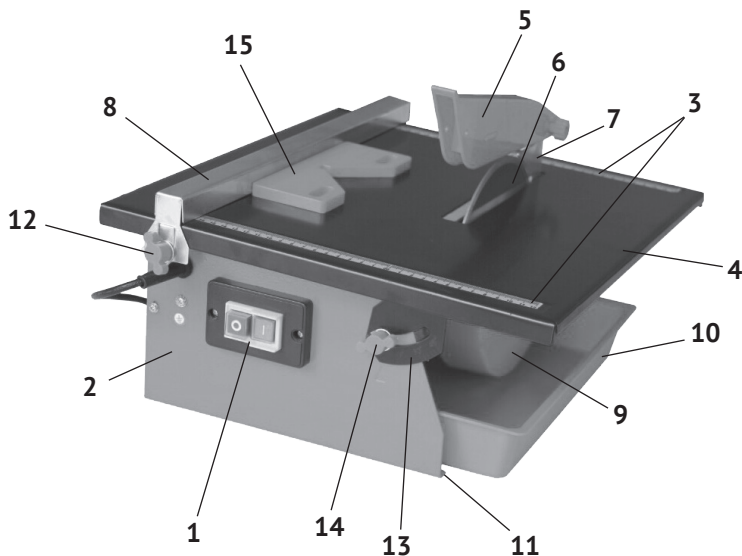
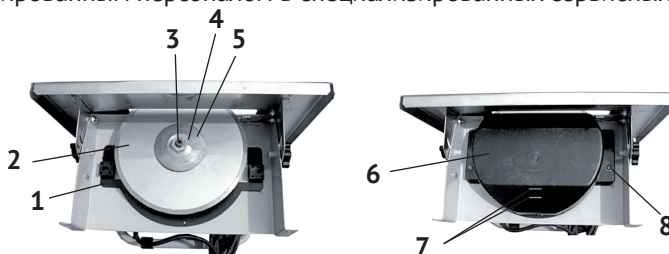

рис.1
рис.2
1.6 Общий вид и элементы плиткореза представлены на рис.1
1.7 Асинхронный двигатель крепится на перегородке металлического корпуса (рис.1 поз.2) под рабочим столом (рис.1 поз.4). На вал якоря двигателя, между опорным и зажимным фланцами, крепится отрезной алмазный круг (рис.1 поз.6).
Охлаждение круга во время работы осуществляется погружением его нижней части в поддон с водой. Поддон (рис.1 поз.10) устанавливается под нижний защитный кожух (рис.1 поз.9). На кожух нанесены: стрелка, указывающая направление вращения диска, и риски, отмечающие нижний (min) и верхний (max) уровни охлаждающей воды.
1.8 Для установки отрезаемой плитки в нужном положении, на рабочем столе (с двух сторон) нанесена метрическая и дюймовая разметка (рис.1 поз.3).
Заготовка размещается на рабочем столе (рис.1 поз.4) в нужном положении с помощью параллельного (рис.1 поз.8) или углового упоров. Разрезаемая плитка подаётся оператором по рабочему столу к отрезному кругу вручную.
1.9 Выключатель – магнитный пускатель (рис.1 поз.1) расположен на перед-
На нижнем защитном кожухе (рис.1 поз.9) стрелкой указано направление вращения круга.
Плиткорез поставляется полностью собранным, за исключением верхнего защитного кожуха (рис.1 поз.5).
- установить плиткорез на ровной, горизонтальной поверхности рабочего стола (верстака), вставив 4-е резиновые ножки (из комплекта поставки) в крепёжные отверстия (рис.1 поз.11).
- раскрутить болтовое соединение верхнего кожуха (рис.1 поз.5);
- совместив крепёжные отверстия кожуха и расклинивающего ножа (рис.1 поз.7), соединить их болтом и закрепить гайкой. Крепление не должно быть жёстким. Кожух должен иметь возможность вращения вокруг оси крепления, чтобы фиксироваться в выбранном положении относительно круга (рис.1 поз.6);
- установить на нужном расстоянии от круга (справа или слева) параллельный упор (рис.1 поз.8). Для точной установки заготовки использовать шкалы рабочего стола. Шкала слева от диска – от 220 мм до 0, справа – от 0 до 120 мм;
- выставив в нужное положение параллельный упор, зафиксировать его зажимным винтом (рис.1 поз.12);
- под нижний защитный кожух установить поддон (рис.1 поз.10) и заполнить его водой. Постоянно следить за уровнем воды по рискам на нижнем кожухе.
- ослабить крепление винтов фиксации (рис.1 поз.14) с двух сторон рабочего стола;
- выставить нужный угол наклона по шкале (рис.1 поз.13);
Замене подлежит алмазный круг, режущая часть которого (напыление) полностью выработалась. Для замены круга (см. рис.2):
- вынуть поддон (рис.1 поз.10) из-под нижнего защитного кожуха (рис.2 поз.6);
- снять нижний защитный кожух, открутив два винта (рис.2 поз.8);
- зафиксировав ключом вал якоря двигателя (рис.2 поз.3), открутить зажимную гайку (рис.2 поз.4), снять с вала зажимной фланец (рис.2 поз.5) и круг (рис.2 поз.2);
- очистить опорный и зажимной фланцы, крышку кожуха (рис.2 поз.1) и сам кожух;